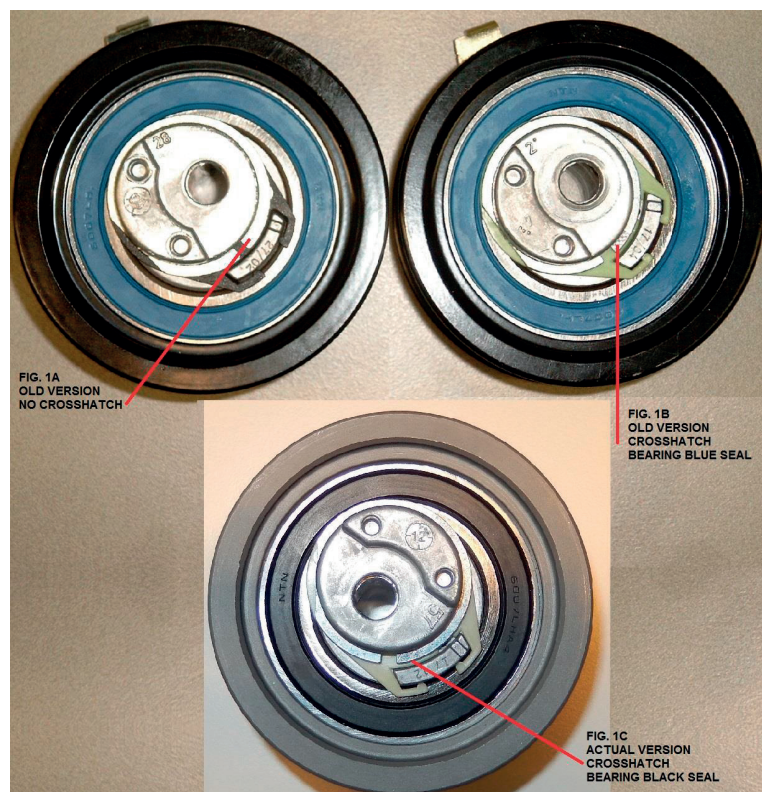
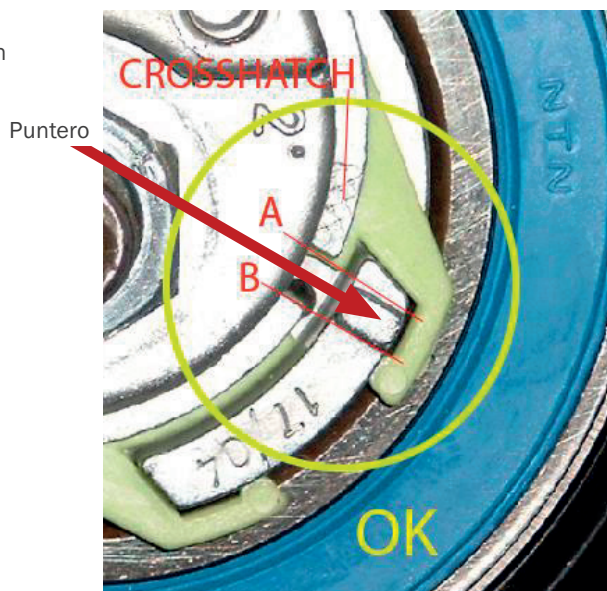

FIG. 1
FIG. 4
En la Fig. 1 puede ver que, desde hace dos generaciones (1B + 1C), este tensor dispone de un indicador de desgaste de la correa rayado (véase también la Fig. 4). Esta sección muestra cuándo está desgastada la correa de distribución y cuándo necesita ser reemplazada.
7. Gire el regulador del tensor con su herramienta especial en el sentido de las agujas del reloj hasta que el puntero esté en la posición correcta (Fig. 4). Si se gira demasiado (Fig. 7), gire por completo el regulador hasta la posición inicial y empiece de nuevo.
12. Compruebe que las herramientas de bloqueo puedan aplicarse de forma suave. El puntero del tensor debe estar como se muestra en la Fig. 4. En caso negativo, comience de nuevo el procedimiento de ajuste de la tensión.